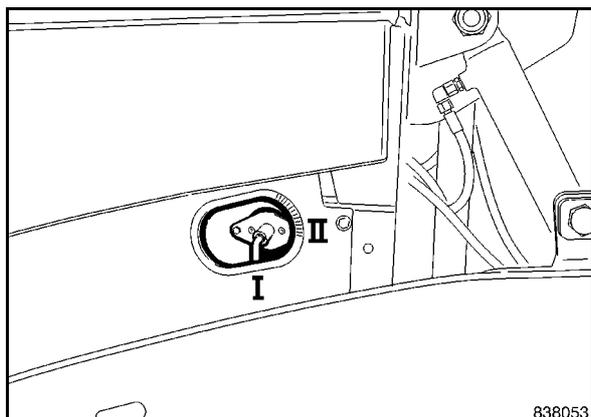

Fig. 60
- Porre il traversino dell'interruttore principale della batteria in posizione II (Fig. 60).